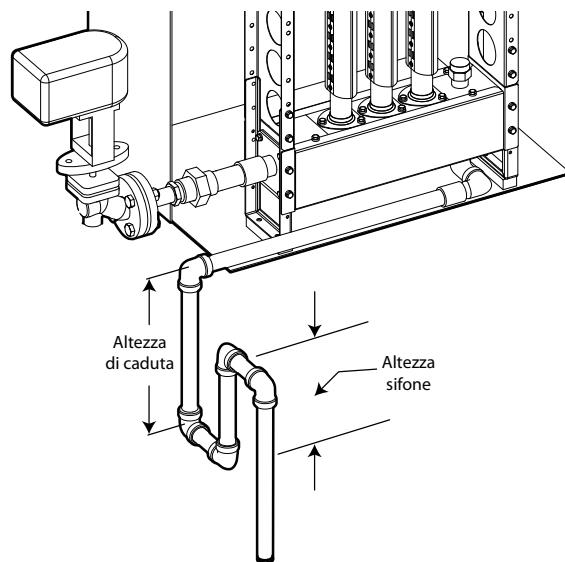

Fig. 7.d
I collettori presentano una connessione filettata (3/4" maschio NPT per il mercato nordamericano and 3/4" Gas maschio per gli altri mercati) per permettere il drenaggio del condensato. Nel caso si utilizzino dei sifoni sulla linea di drenaggio, come mostrato in Fig.7.e, la loro altezza dovrebbe essere tale da permettere una colonna d'acqua corrispondente ad almeno 500 Pa (50 mm or 2" H2O) oltre la pressione statica (PS) nel collettore. NOTE: un'altezza minima di 150 mm (6") è raccomandata per la maggior parte delle applicazioni dove il sifone scarica in una vasca di raccolta all'interno della condotta.
Nota: Le connessioni e il tubo di scarico condensa mostrati in Fig.7.c non fanno parte del sistema ultimateSAM.